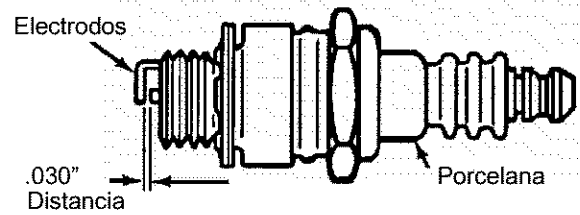

Figura 9
- Cambie la bujía si los electrodos están picados, quemados o la porcelana está rota. Ver Figura 9.